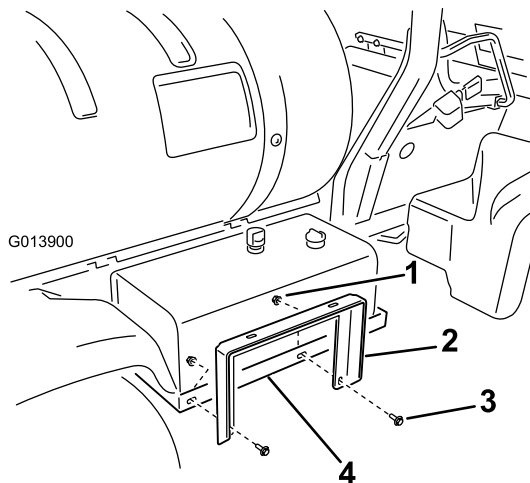

Bild 8
1. Montieren Sie die Schlauchwagenstütze (Bild 8) mit zwei Bundbolzen (3/8 x 1/ Zoll) und zwei Bundmutter (3/8 Zoll) an der Befestigung des Hydraulikbehälters. Ziehen Sie die Mutter nicht ganz fest an, um eine spätere Einstellung zu ermöglichen.
3. Montieren Sie die Schlauchwagenstütze (Bild 8) mit zwei Bundbolzen (3/8 x 1/ Zoll) und zwei Bundmutter (3/8 Zoll) an den Schlauchwagenriemen.